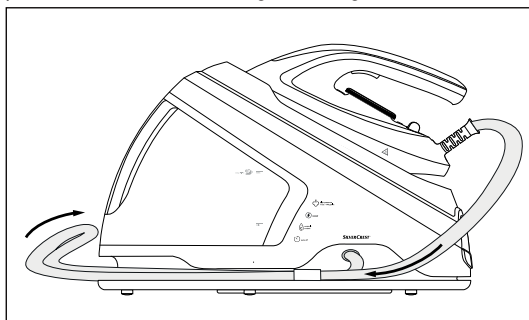
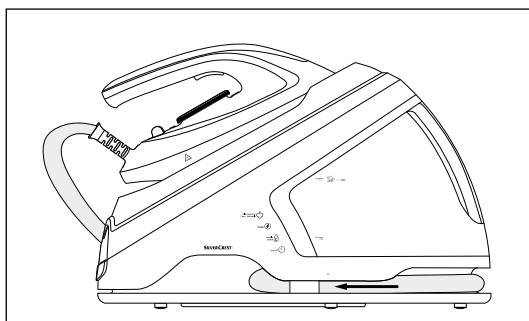

Fig. 15
Fig. 16
- ◆ Pliez le flexible de raccordement ⑤ au centre et poussez-le dans la cavité présente sur la base (voir Fig. 15 et Fig. 16).